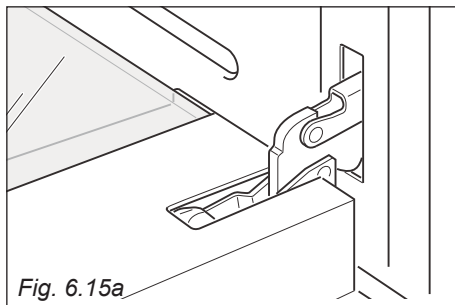

Fig. 6.15a
- Ouvrir complètement la porte du four (fig. 6.15a).